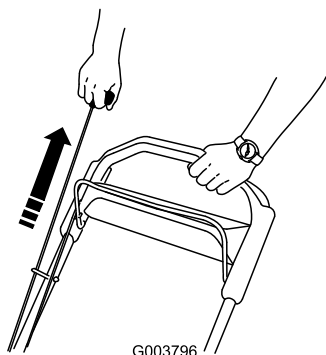

Figure 15
- Tirez la poignée du lanceur à la position de marche (Figure 15).